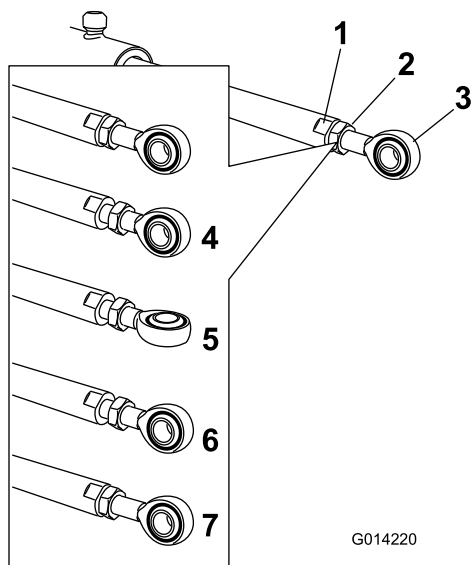

Figura 64
- Utilizzate una chiave sui lati piatti dell'asta dell'attuatore per immobilizzarla, poi allentate il controdado per consentire la regolazione dell'asta dell'occhiello (Figura 64).
- Girate l'asta dell'occhiello nell'asta dell'attuatore per accorciare o allungare l'attuatore esteso nella posizione desiderata (Figura 64).